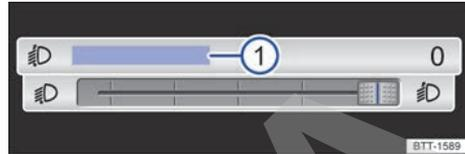

Fig. 89 En el sistema de infotainment: botón desplazable para regular el alcance de las luces.
En función del equipamiento, el alcance de las luces se puede ajustar con el regulador → fig. 88 o con el botón desplazable del sistema de infotainment → fig. 89.
- Pulse el botón de función **[Regulación del alcance de las luces]** → fig. 89 ①.